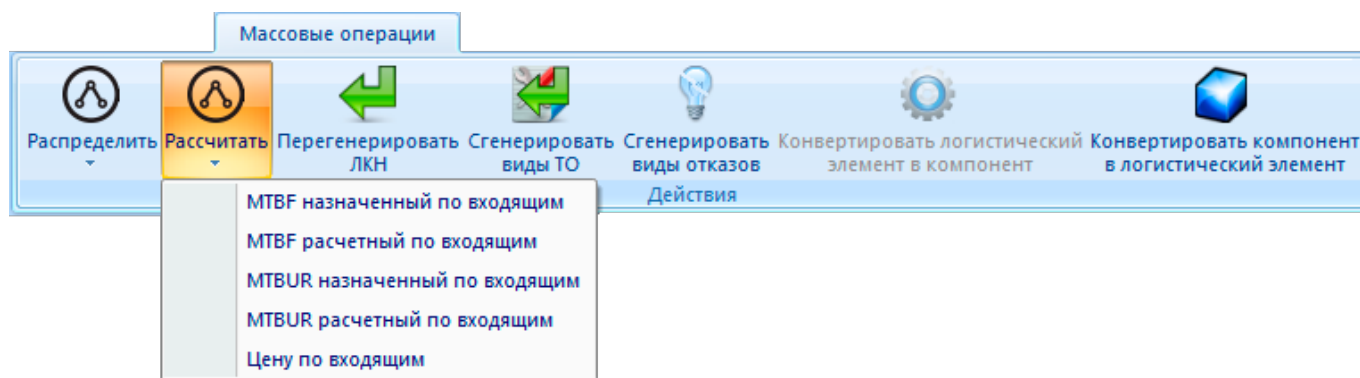

Рис. 11-18 – Массовые операции для расчета назначенных и расчетных значений параметров надежности (МТBF и МТBUR) компонента по его дочерним
- 3) Нажать кнопку «Расчитать» на панели «Действия» и выбрать нужную команду из раскрывающегося списка (рис. 11-18).